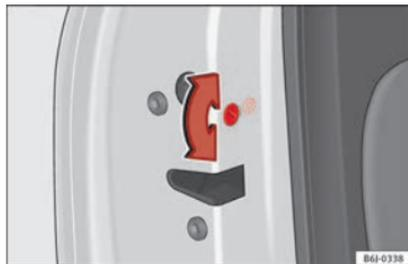

Fig. 120 Tranca para crianças da porta da esquerda.
- Com a porta aberta, rode a ranhura com a chave do veículo no sentido anti-horário nas portas esquerdas » » **Fig. 120** e no sentido horário nas portas direitas.
- Com a porta aberta, rode a ranhura com a chave do veículo no sentido anti-horário nas portas direitas e no sentido horário nas portas esquerdas » » **Fig. 120**.